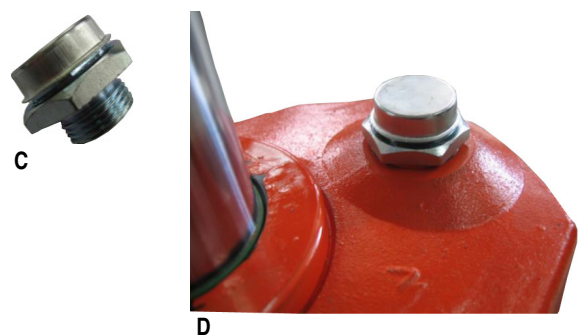

Abb. 9: Montage der Entlüftungsschraube
Schritt 3: Entnehmen Sie die Entlüftungsschraube aus der beigelegten Verpackung (Pos.C, Abb.9).
Schritt 4: Verschrauben Sie anschließend handfest die Entlüftungsschraube mit der Unterlegscheibe in den Einfüllstutzen. Ihr Scherengabelhubwagen ist jetzt betriebsbereit (Pos. D, Abb.9).